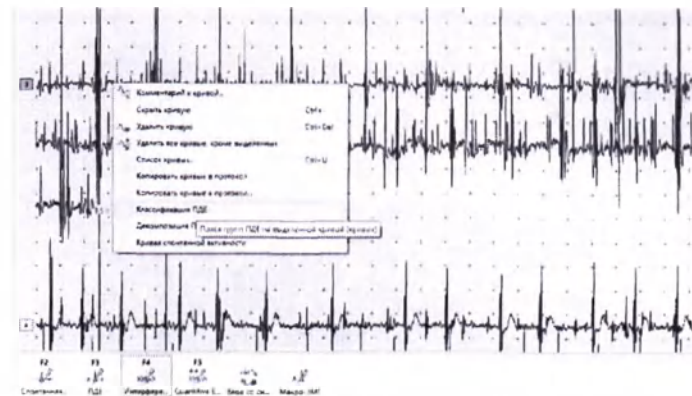

Рис. 204. Выбор пункта «Классификация ПДЕ» в контекстном меню для выделенной кривой
2. Дополнительный поиск ПДЕ можно проводить из окна пробы «Интерференционный паттерн». Для этого выделите кривую, из которой нужно выделить ПДЕ, нажмите на ней правую кнопку мыши для вызова контекстного меню и выберите в нем пункт «Классификация ПДЕ» («Дekomпозиция ПДЕ») (рис. 204).